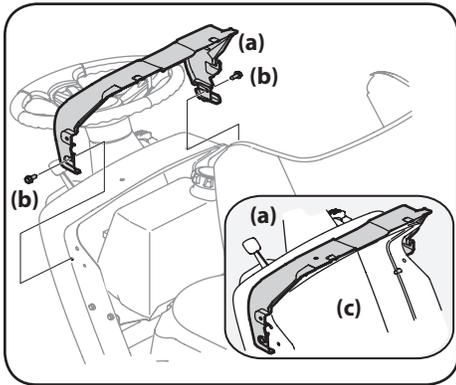

Figura 2-7
- Si la cubierta de instrumentos (a) fue despachada suelta, los herrajes para fijar la cubierta de instrumentos (a) se despacha instalada en la cubierta de instrumentos (a). Extraiga los dos pernos (b) que sujetan la cubierta de instrumentos (a). Consulte la Figura 2-7.
- Monte la cubierta de instrumentos (a) y alinee los orificios de montaje. Consulte la Figura 2-7.
- Fije la cubierta de instrumentos (a) al panel (c) con los pernos (b) que retiró en el Paso 1. Consulte la Figura 2-7.